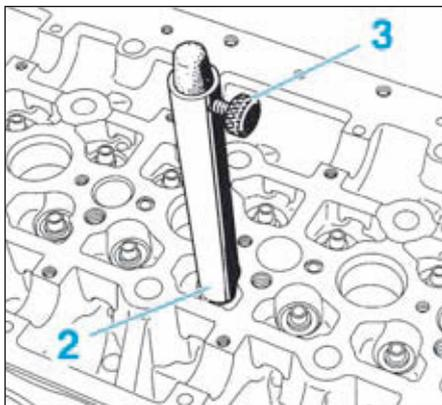

FIG.29
- Placer le tube guide (2) sur la tige de poussée en contact avec la culasse (Fig.29).